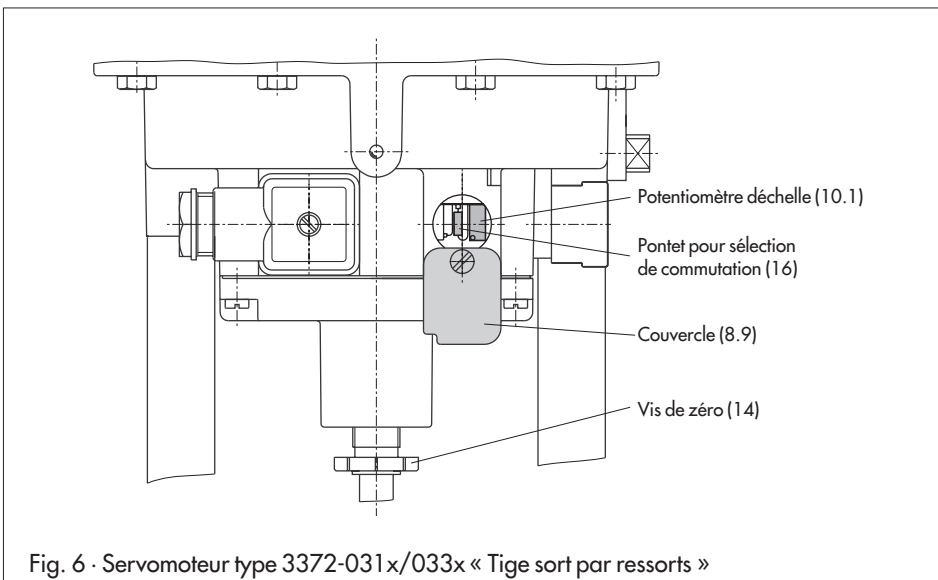

Fig. 6 · Servomoteur type 3372-031x/033x « Tige sort par ressorts »
3.1 Réglage sur servomoteur « Tige sort par ressorts » type 3372-031x/033x (fig. 6)